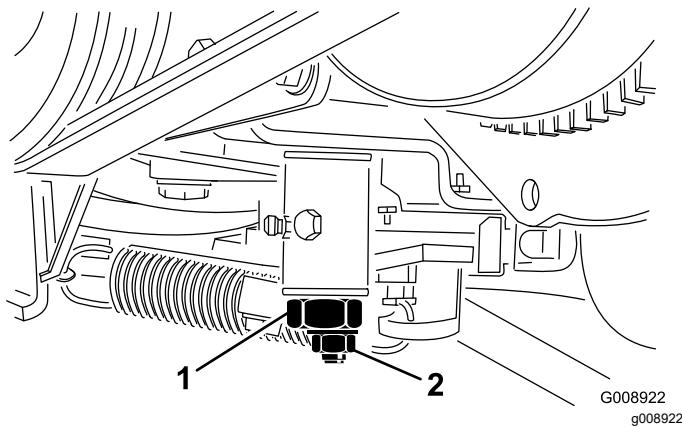

Figure 59
- Desserrez le contre-écrou de la came de réglage de transmission (Figure 59).